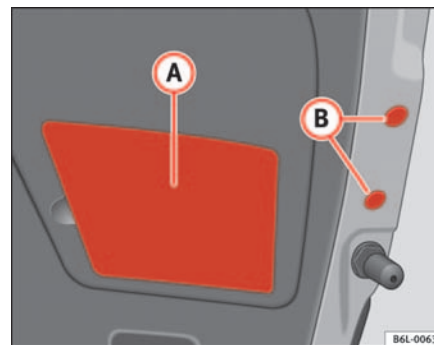

Abb. 161 Rücklicht an der Heckklappe
- Die Kunststoffabdeckung **(A)** ⇒ Seite 234, Abb. 161 und die Kunststoffstopfen **(B)** ⇒ Seite 234, Abb. 161 mithilfe von leichten Hebelbewegungen mit dem flachen Ende des Schraubenziehers entfernen. Dabei vorsichtig vorgehen, damit der Lack nicht zerkratzt wird.